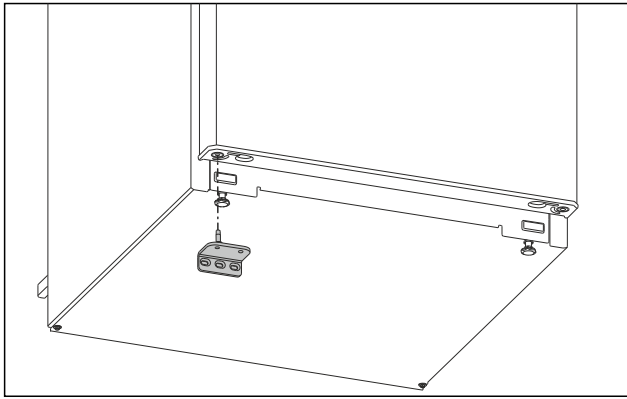

Fig. 23
- ▶ Unteren Lagerbock auf der Gegenseite einsetzen. (siehe Fig. 23)